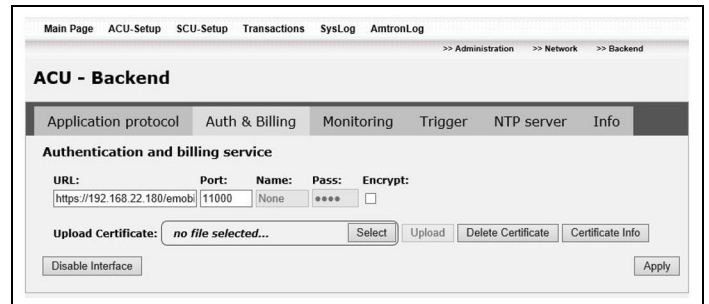

Fig. 6: Deaktivere autoriseringsgrensesnitt (Auth & Billing)
2. Deaktiver grensesnittet til autorisering evt. ved hjelp av "Disable Interface" (se Fig. 6).